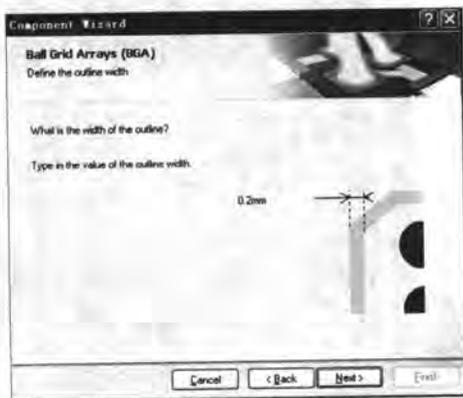

图 10-10 轮廓宽度设定
- [6] 单击 **Next >** 按钮，进入元器件轮廓宽度设置对话框，使用默认的宽度“0.2mm”即可，如图 10-10 所示。